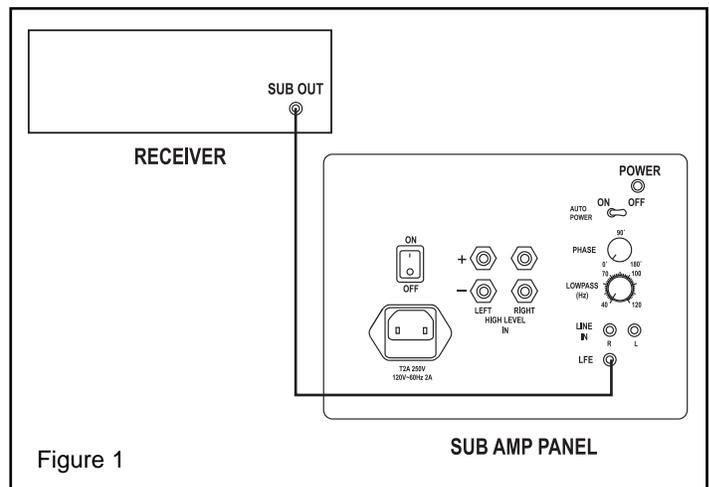

Figure 1
**Anschluss für Digital-Surround-Receiver oder -Prozessor** — Moderne Dolby Digital® (AC-3) und DTS® Digital-Surround-Receiver und -Prozessoren verfügen über Line-Level-Subwoofer-Ausgänge und eine eingebaute Subwoofer-Crossover-Funktion. Wenn Ihr System um eines dieser Geräte herum aufgebaut ist, ist es meistens besser, den Subwoofer-Ausgang am Receiver oder Prozessor mit dem LFE-Direct-Eingang am Subwoofer zu verbinden. (siehe Abbildung 1.) Dadurch wird die interne Crossover-Funktion des Subwoofers umgangen, doch dies ist nur zu empfehlen, wenn diese Funktion vom Receiver übernommen werden kann. Verwenden Sie zum Anschluss des Subwoofers ein abgeschirmtes Qualitätskabel passender Länge mit Cinch-Steckern an beiden Enden. Ihr Fachhändler kann Sie bei der Auswahl eines passenden Kabels beraten. Vergessen Sie nicht, im Lautsprecher-Setup-Menü Ihres Receivers oder Prozessors den Subwoofer zu aktivieren („Ein“ oder „Ja“). Möglicherweise verfügt Ihr Receiver oder Prozessor über weitere Bass-Management-Funktionen, die über das einfache Aktivieren des Subwoofer-Ausgangs hinausgehen. Weitere Informationen über die richtigen Bass-Management-Funktionen können Sie im Benutzerhandbuch Ihres Receivers oder Prozessors finden, oder lassen Sie sich von Ihrem Fachhändler beraten.